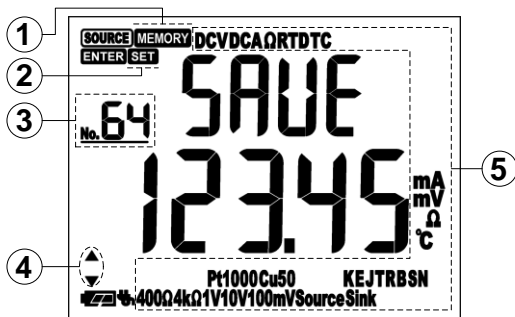

图 5.7 存储常用输出值的显示画面
- (1) 在 **ENTER** 状态下, 按 **STORE** 键, 仪表切换到存储状态显示, 显示内容如【图 5.7】所示。
- (2) 通过按 **▲▼◀▶** 键切换当前存储位置 1~64, 位置数字显示在左上角。上下键 ± 1 个位置号, 左右键 ± 10 个位置号。